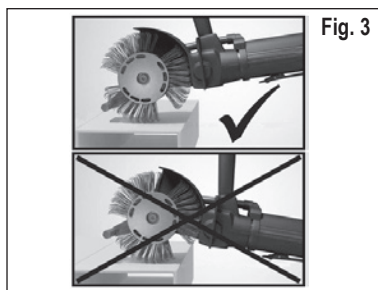

Fig. 3
8. Para obter um performance melhor, observe que a barra de aceleração seja passada perto da superfície a tratar. Em caso de uma distância muito grande da barra de aceleração à superfície, o performance será reduzido consideravelmente. Vide a Fig. 3. A descrição detalhada do modo de trabalho do **MBX® Bristle Blaster®** consta no **DVD juntado ao fornecimento ou em www.monti.de**.